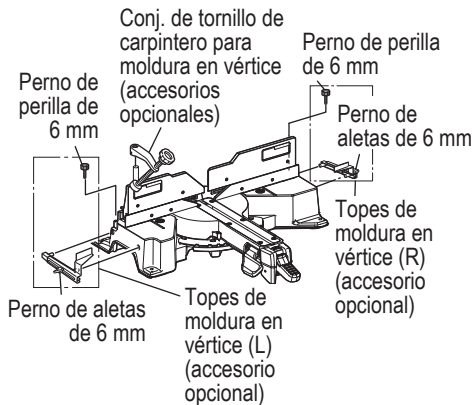

Fig. 51-a
- (1) Las topes de moldura en vértice (L) y (R) (accesorios opcionales) permiten facilitar los cortes de la moldura en vértice, sin inclinar la hoja de sierra. Instálelos en ambos lados de la base, tal y como se muestra en la Fig. 51-a. Tras insertarlos, apriete los pernos de perilla de 6 mm para asegurar los topes de la moldura en vértice.